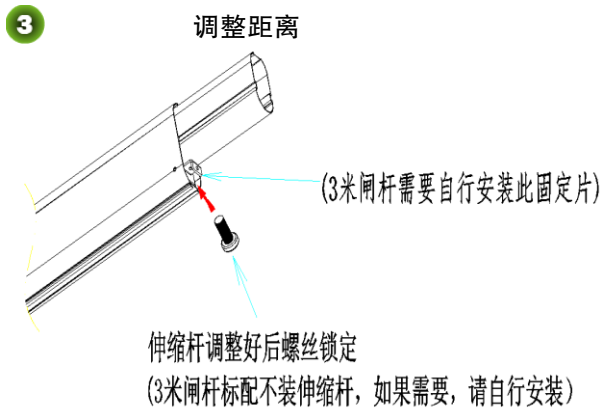

图 2-4C 装入伸缩杆
- 4) 把伸缩杆放入主杆, 调整好伸缩杆的长度, 用螺丝固定: 如图 2-4C;